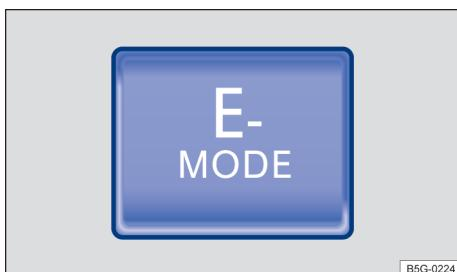

Fig. 106 Na parte inferior do console central: botão do modo de condução elétrica ampliada.
- Pressionar o botão → **Fig. 106**.
- **OU:** pressionar o botão → **Fig. 106** repetidas vezes para alternar de um modo de condução para o próximo. O modo **Battery Charge** somente pode ser selecionado tocando na respectiva superfície de função no sistema Infotainment.
Se, durante a condução elétrica ampliada, as condições necessárias para isso deixarem de ser atendidas, a condução elétrica é encerrada com a partida do motor de combustão interna. Nesse caso, a indicação  no display do instrumento combinado se acende e a luz de controle no botão → **Fig. 106** se apaga.